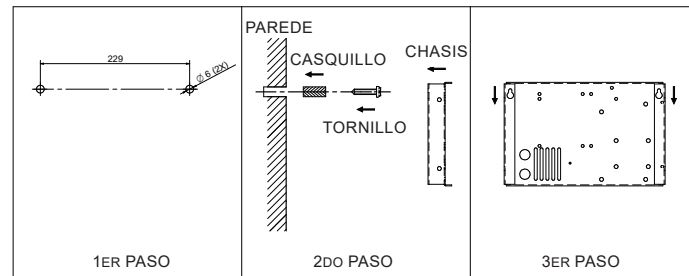

Figura 14
- Para fijar el módulo de control, el instalador debe hacer utilizar el juego de tornillos que acompaña al dispositivo, para ello se deben perforar dos agujeros de 6 mm a una distancia de 229 mm entre ellos, como se muestra en la figura 14.